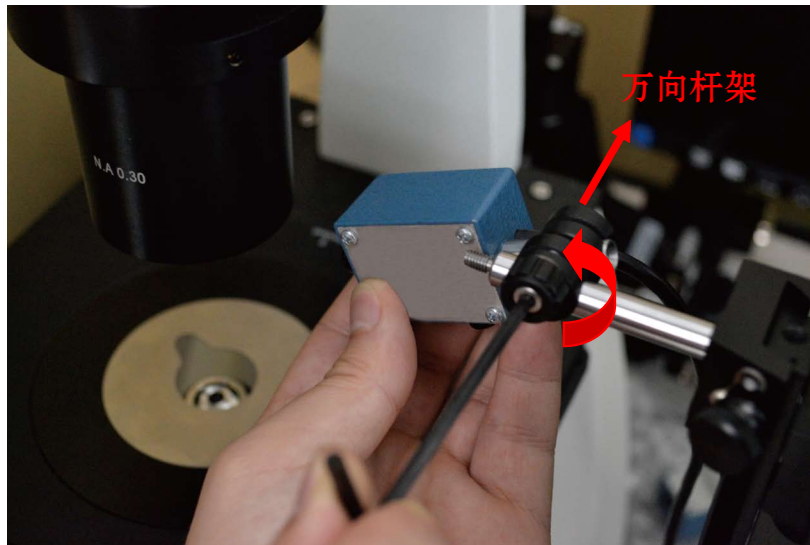

图72 拧松万向杆架
3.5.4.4 在系统附赠的内六角工具中，找到公制3mm改锥，将改锥插进固定前置放大器的黑色万向杆架螺丝孔中，逆时针旋转将万向杆架拧松，如图72：